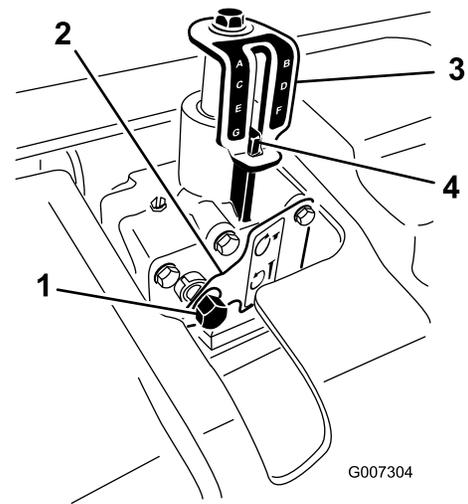

Figure 24
3. Insérez une douille de 9/16 po munie d'un rochet sur l'axe d'entrée du dispositif de réglage de profondeur (Figure 24).
5. Tournez le dispositif de réglage de profondeur dans le sens horaire pour réduire la profondeur d'aération et dans le sens antihoraire pour augmenter la profondeur d'aération. (Figure 24).
6. Tournez l'axe d'entrée du dispositif de réglage de profondeur jusqu'à obtention de la profondeur voulue, comme illustré sur l'autocollant indicateur de profondeurs (Figure 24).